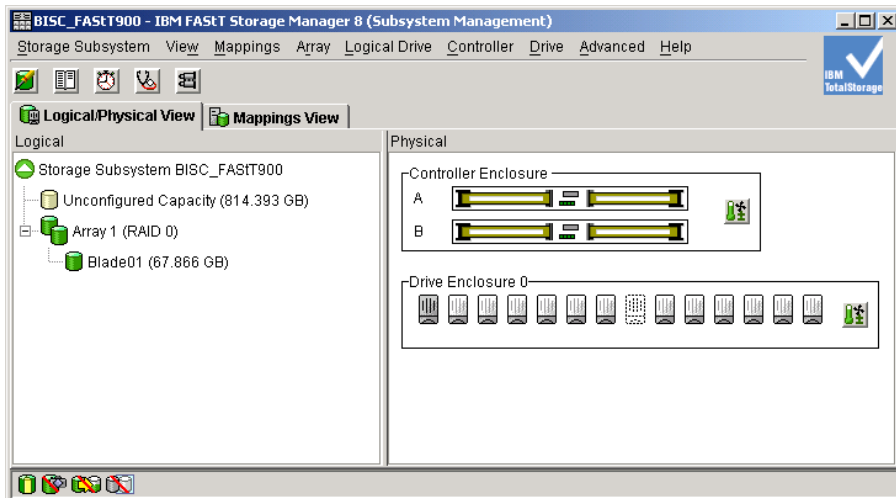

図 7-53 Logical Physical View (後)
10. 図 7-53 に表示されているウィンドウで、「Mappings」 → 「Define」 → 「Host Group」を選択する。